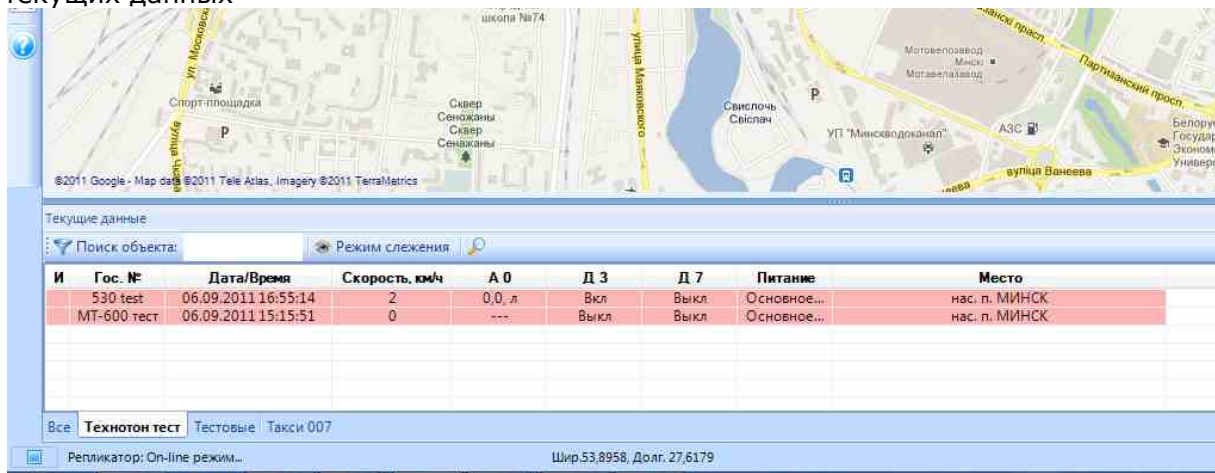

Рисунок 5
3.6. Получение отчетов о работе датчика (Рис.5):